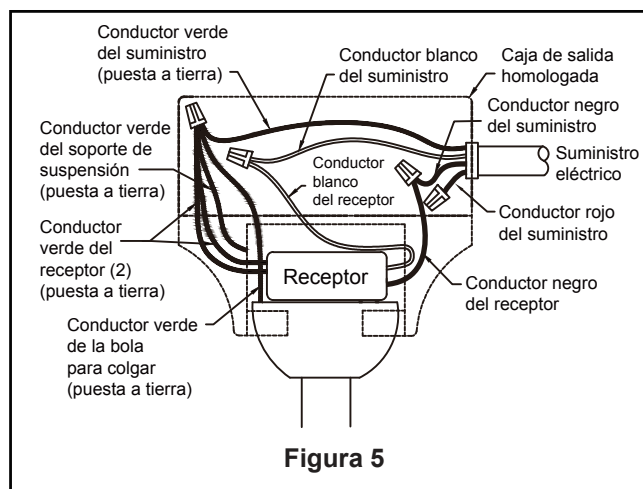

Figura 5
5. Pase los cables a través de la cubierta de unión del motor, la cubierta para el tornillo y el capuchón. (Figura 5)
4. Una vez haya hecho las conexiones, coloque los cables hacia arriba y empújelos cuidadosamente hacia dentro de la caja de la toma de corriente, poniendo los cables blancos y verdes a un lado de la caja y los negros hacia el otro lado. Los cables deben ser colocados de forma extendida poniendo el conductor de la toma de tierra y el conductor de toma de tierra del equipo a un lado de la caja, colocando el conductor sin toma de tierra en el otro lado de la caja. (Figura 5)
- ☐ 5. Asegure el vidrio en la ensamble de kit de luz girándolo en el sentido de las agujas del reloj. Gire el vidrio gradualmente **hasta que encaje en la ensamble de kit de luz**. Sin apretar demasiado. (Figura 5)
- ☐ **7.** Para configurar el código del mando a distancia a las mismas posiciones que en el receptor. Mueva los interruptores de código hasta colocar el código de selección en la posición arriba o abajo. Con un destornillador pequeño o con una lapicera (no se incluye) deslice firmemente hacia arriba o hacia abajo. (Figura 5)